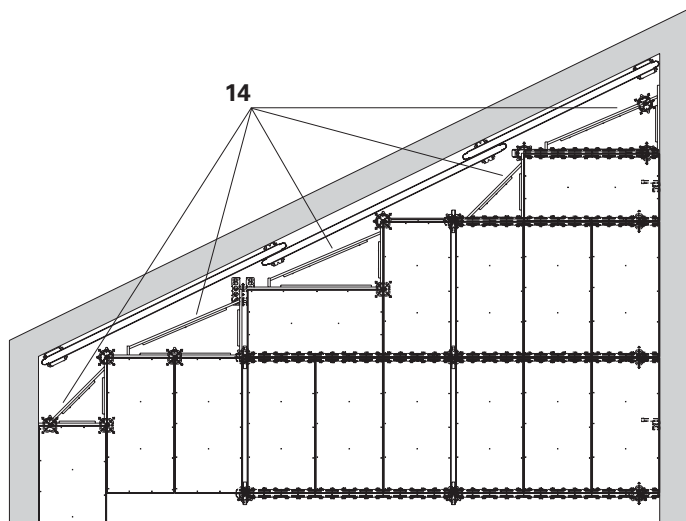

Fig. A5.20
3. Posizionare il telaio triangolare (14) sui sostegni (trave longitudinale, testa d'appoggio o combi, appoggio frontale). (Fig. A5.20)